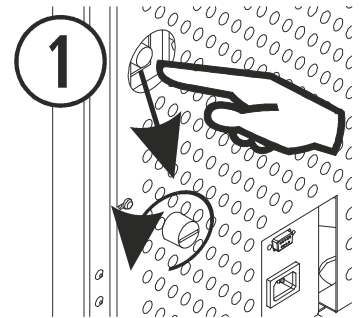

Figura 25
- 6.11. *Com a caldeira desligada*, verificar o termostato de segurança que está na parte traseira, para o lateral direito da caldeira deverá ver uma tampa plástica de cor negra, desenrosque-o e para activá-lo deve-se pulsar o botão se for necessário, se o termostato se encontra activado escutará um “clic”. Se o termostato de segurança já tiver sido ativado anteriormente, consulte o seu distribuidor. Na *figura 25*, ilustra-se a posição do termostato na *Cantina Nova* e *Aveiro*. No modelo Super Insert, o termostato de segurança o encontramos abrindo a porta de vidro, no lado direito.